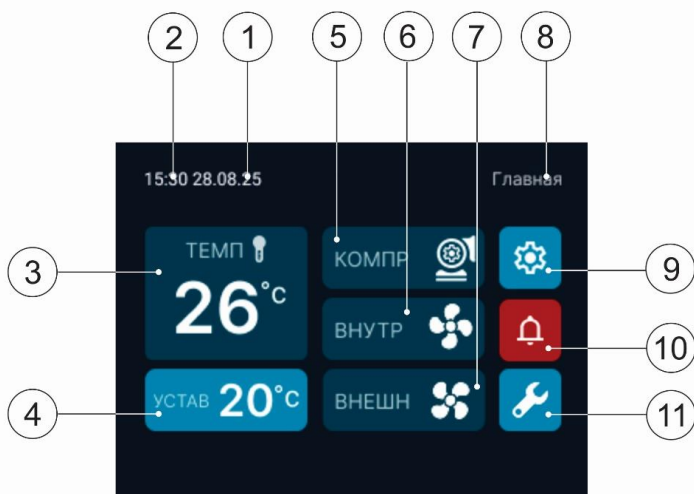

Рис. 5 – Структура меню панели управления
6.2.2 Структура меню и главный экран панели управления показаны на рис. 5 и 6 соответственно.
- на главном экране панели управления нажать на кнопку "Уставка" (рис. 5);